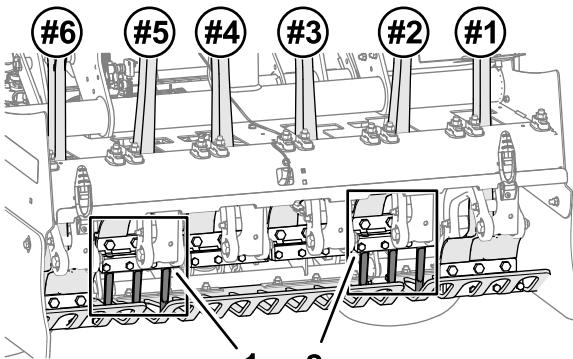
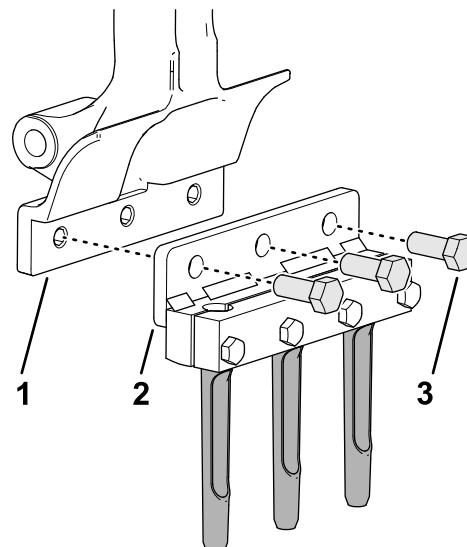

図 42
図 43
1. No. 2 タインアームにタインホルダーとタインを取り付ける図42と図43ボルト $\frac{1}{2} \times 1\frac{1}{4}$ "3本を使用する。